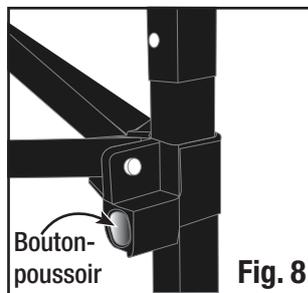

Fig. 8
- Appuyez sur les boutons-poussoir qui se trouvent aux coins supérieurs de l'armature. (Fig. 8) Repliez l'armature de l'abri et rangez-la dans le sac servant à la transporter.